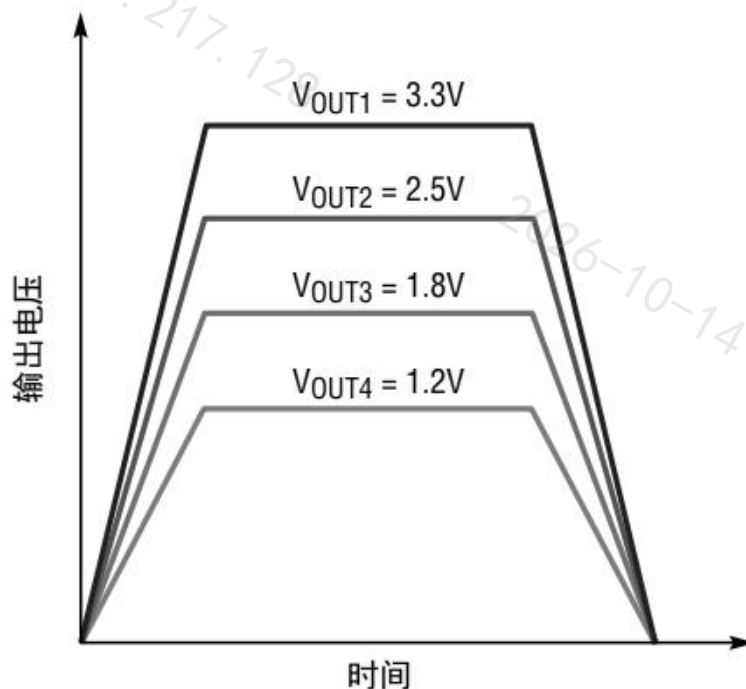
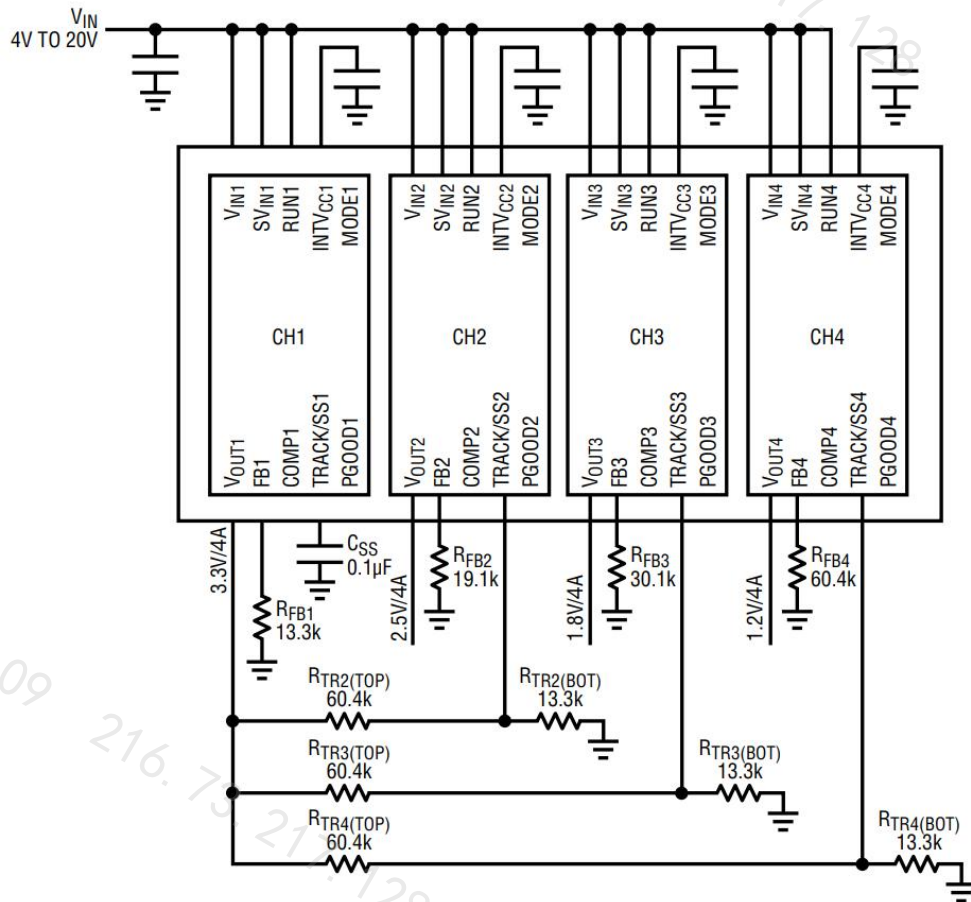

图 20. 输出比例跟踪波形
图 21. 输出比例跟踪原理图
输出电压跟踪还可以使用每个稳压器通道的 TRACK/SS 引脚进行外部编程。输出可以用另一个调节器上下跟踪。图 20 和图 21 显示了比率跟踪的示例波形和原理图, 其中从稳压器 (VOUT2、VOUT3 和 VOUT4) 的输出压摆率与主稳压器 (VOUT1) 成正比。
RTR (TOP) / RTR (BOT) 是从稳压器 TRACK/SS 引脚上的电阻分压器，如图21所示。
例如，VOUT (MA) = 3.3V，MR = 3.3V/ms，VOUT (SL) = 1.2V，SR = 1.2V/ms，如图21所示的VOUT1和VOUT4。从方程中可以看出，RTR4 (TOP) = 60.4k 和 RTR4 (BOT) = 13.3k 是一个很好的组合。按照相同的方程式，我们可以得到VOUT2和VOUT3的相同RTR (TOP) / RTR (BOT) 电阻分压器值。当使用电阻分压器对特定通道进行跟踪时，TRACK引脚将接通1.7μA电流源。这将对TRACK引脚输入施加偏移。可以使用与根据上述公式计算出的电阻值具有相同比率的较小值电阻器。例如，如果使用60.4k，则可以使用6.04k将TRACK引脚偏移减小到可忽略的值。